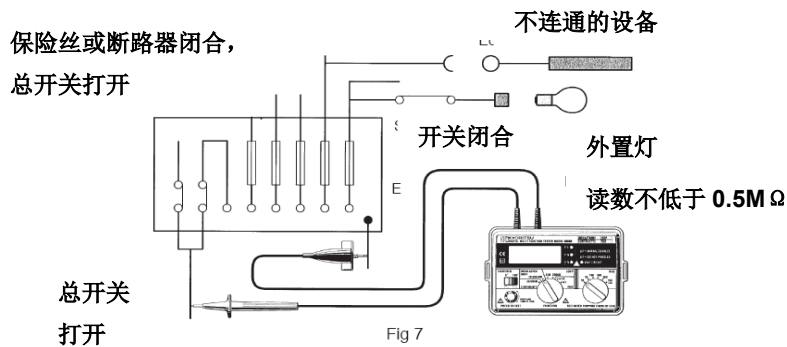

Fig 7
3. 将测试导线连接到仪器上，然后接到被测线路或设备上。（参见图 7、8）